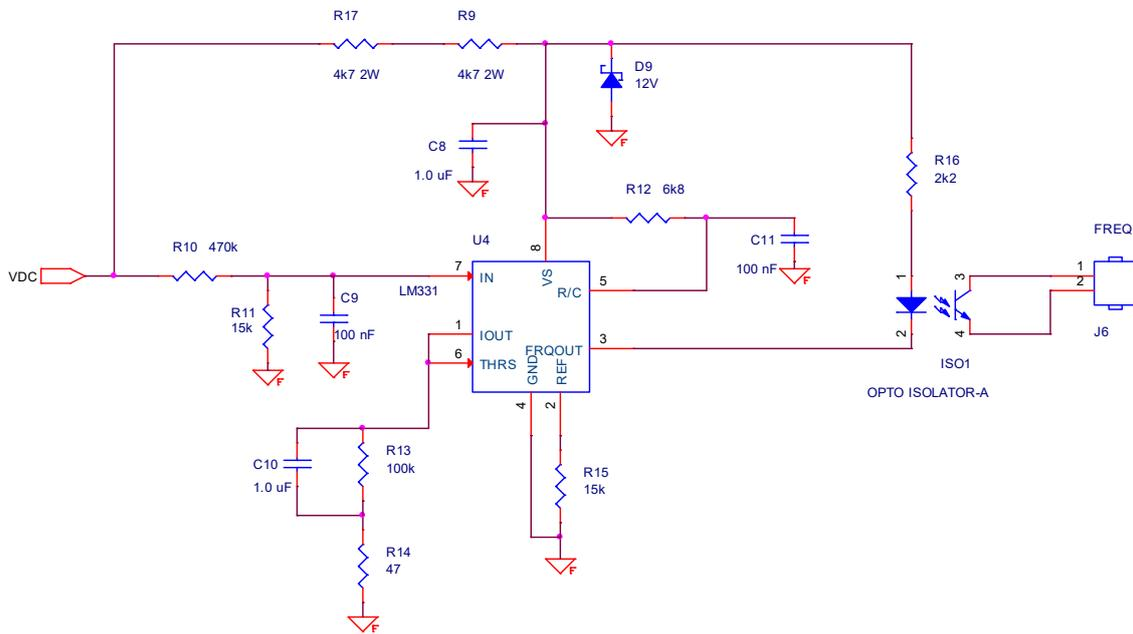

Fig.3. Convertidor V-F
- Señal del voltaje de salida, a través del convertidor V-F mostrado en la fig.3.